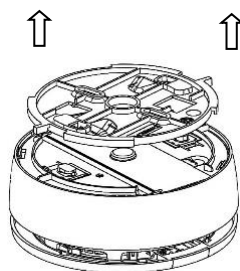

Figura 5
2. Quitar el soporte de montaje de plástico del detector (ver la Figura 5).
- Quitar el soporte de montaje de plástico del detector (ver la Figura 5).